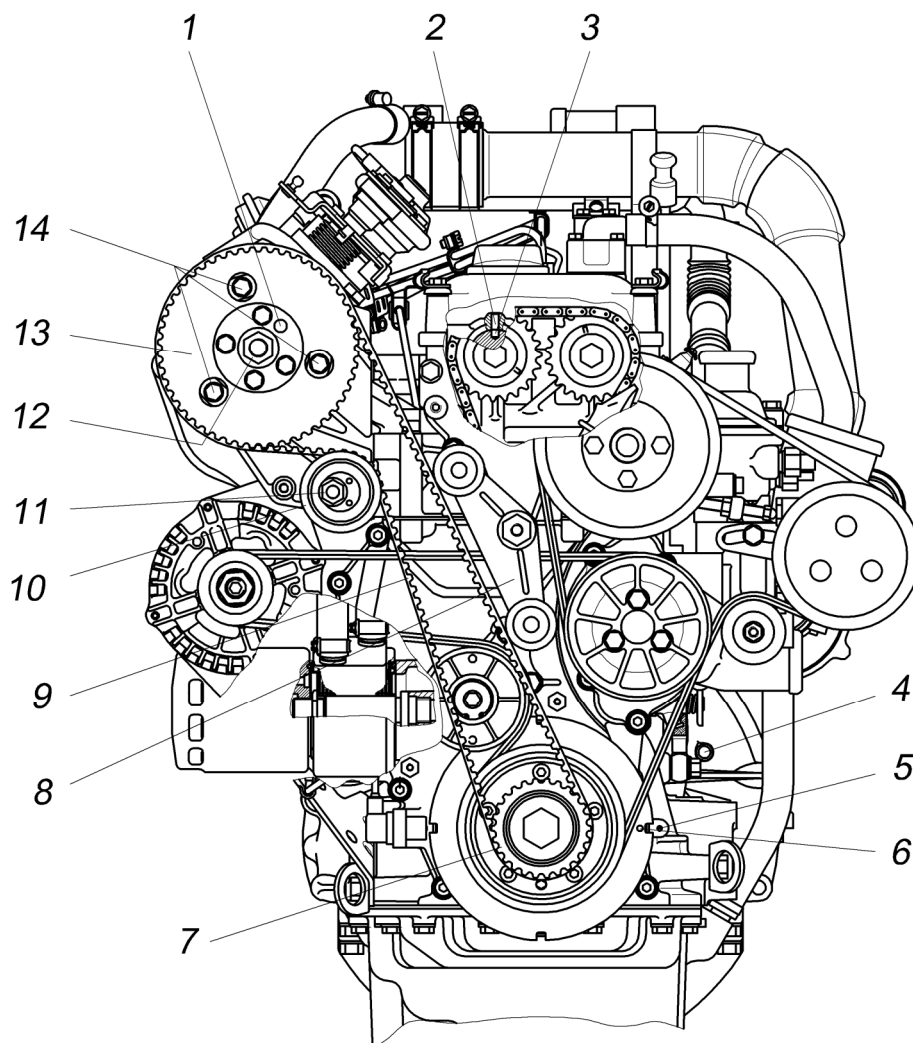

Рисунок 44 – Расположение меток и отверстий под штифты для замены ремня привода ТНВД:
1. Снять кожухи ремня привода ТНВД и вынуть заглушку отверстия 4 (Рисунок 44) блока цилиндров.